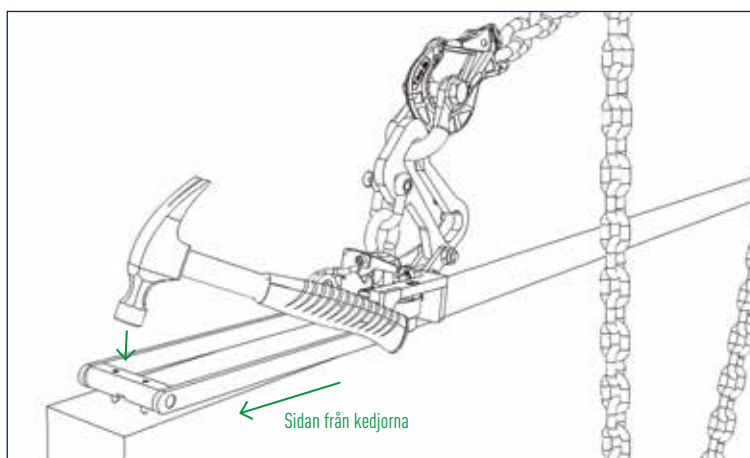

Bild 2a
- c) Slå in piggarna enligt Bild 2a.
- d) Positionera den stora schackeln i lyftpositionen enligt Bild 2a / 2b.